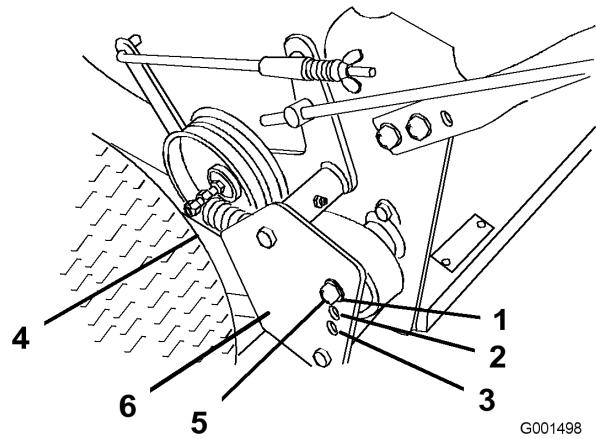

Figura 9
4. Retire el muelle de transmisión del perno de ajuste (Figura 9).
5. Retire la contratuerca que sujetta el perno de ajuste al deflector de la polea de transmisión (Figura 9).
Nota: La tensión de la transmisión de las ruedas es menor en la Posición A. La tensión aumenta en las Posiciones B y C (Figura 9).